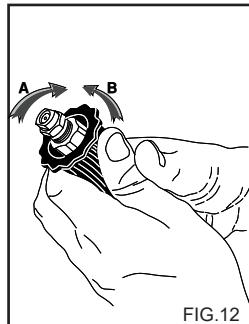

FIG.12
## BRUK AV DET REGULER-BARE HODET (Fig. 12)
**2)** Start høytrykksvaskeren, åpne vaskemiddelkranen (hvis den finnes), aktiver kommandoene for oppsuging av vaskemiddel som er plassert på lansen (fig. 12) og sprut på overflaten som skal vaskes, nedenfra og oppover. La virke i noen minutter.